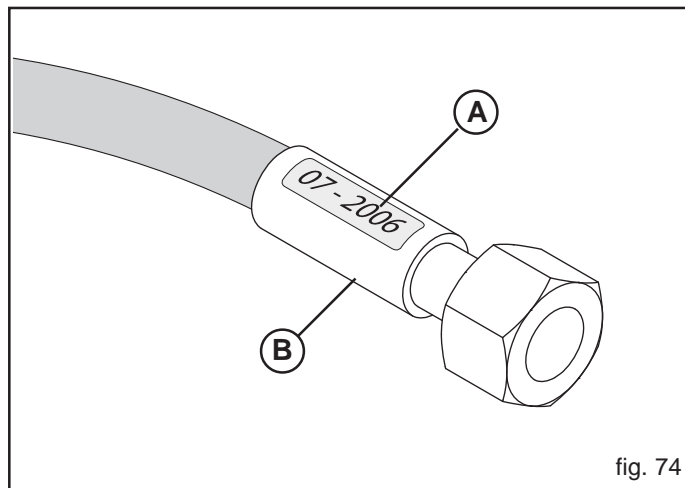

fig. 74
- La durée de vie des tuyaux oléodynamiques ne peut dépasser 5 ans, même s'ils ne sont pas utilisés (usure naturelle). La figure 74 (A) donne un exemple de l'année de production des tuyaux oléodynamiques.
- pertes autour de l'armature du tuyau (B, Fig. 74).
- corrosion de l'armature (B, Fig. 74);
- échéance de 5 ans à compter de la production (A, Fig. 74).